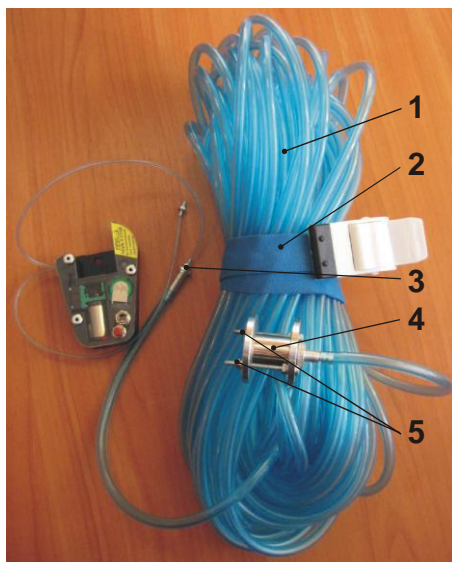

Рис. 3. Пробоотборная трубка
1.4.7. Пробоотборная трубка изготовлена из прозрачного ПВХ материала. В нижней части пробоотборной трубки находится груз-фильтр. Для присоединения к устройству ПРУС-2 в верхней части пробоотборной трубки находится переходник. Пробоотборная трубка, соединенная с устройством ПРУС-2 изображена на рис. 3.
2.3.2.4. При необходимости присоедините к устройству пробоотборную трубку, для чего соедините ее со шлангом разряжения с помощью переходника, как показано на рис. 3. Перед использованием рекомендуется визуально проконтролировать целостность пробоотборной трубки. Для проведения измерений необходимо снять упаковочный ггут, полностью размотать ПВХ. При использовании удлинителя не на полную длину допускается не снимать упаковочный ггут, при этом необходимо следить чтобы на находящемся снаружи измеряемой емкости конце трубки не было «замятий».
3.1.2. Производите очистку груз-фильтра от пыли не реже 1-го раза за 50 циклов зарядки блока аккумуляторов. Осмотрите отверстия для входа воздуха, при необходимости прочистите его иголкой или тонким шилом. Для замены фильтра открутите гайки 5 (см. рис.3), извлеките старый фильтр, и установите новый. При наличии механических загрязнений возможно повторно использовать фильтр предварительно тщательно отчистив его, промыв в холодной воде и просушив.